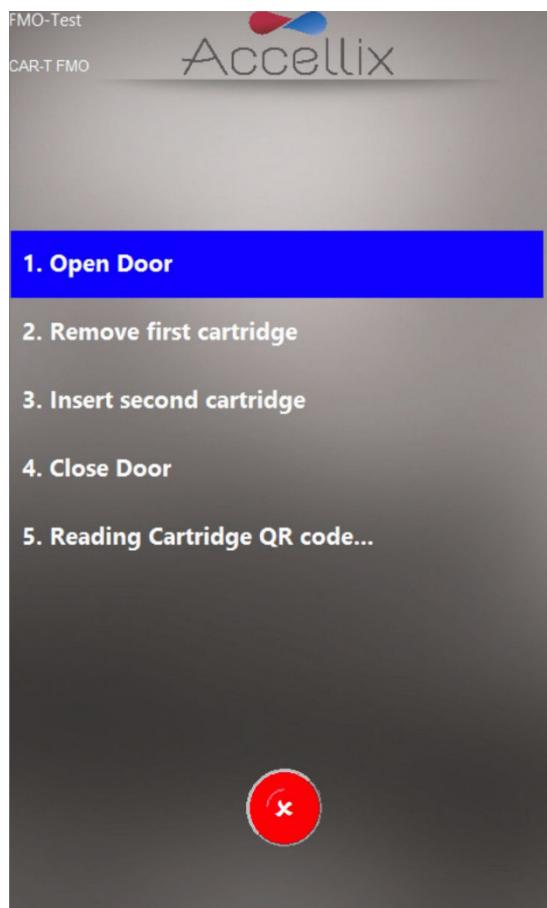

图47：多芯片移除屏幕
1. 多芯片移除屏幕将指示用户移除第一个芯片并按顺序插入下一个芯片（图 47）。